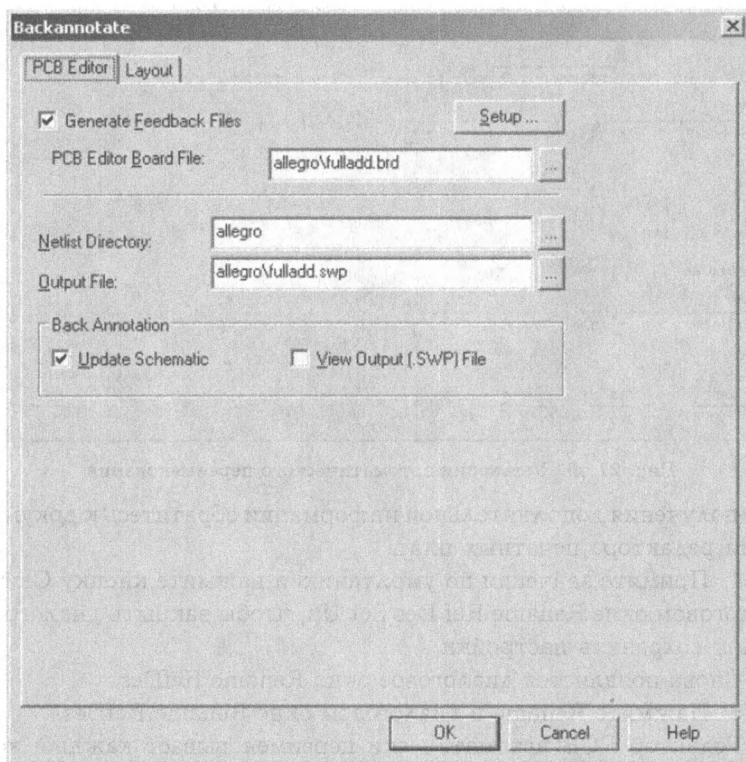

Рис. 21.60. Окно обратного аннотирования
3. Выберите пункт меню Tools > Back Annotate. Появится диалоговое окно Backannotate (рис. 21.60).